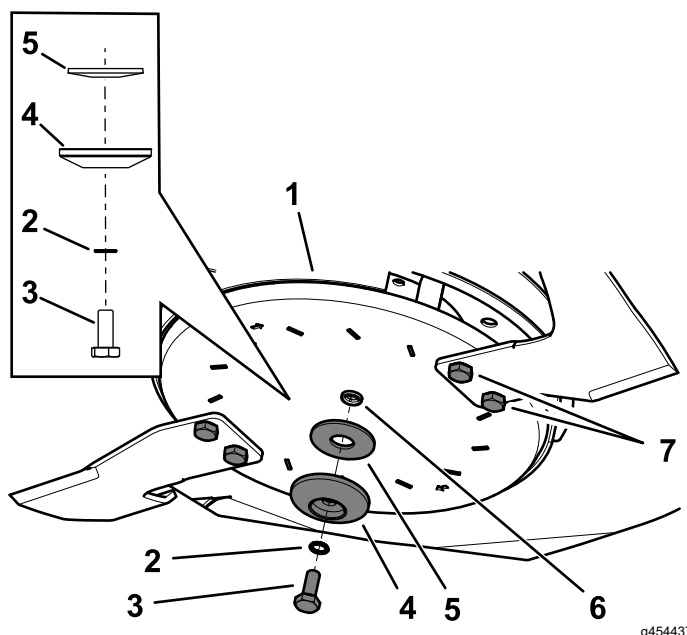

Figura 111
2. Instale o conjunto da lâmina lateral utilizando o parafuso do disco previamente removido, a anilha dentada, a fixação da lâmina e a anilha curva (Figura 111).